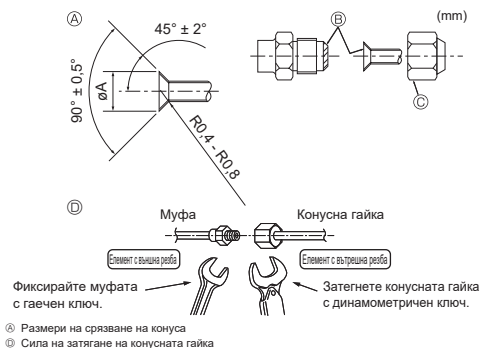

Fig. 4-1
Ⓐ (Fig. 4-1)
Ⓑ (Fig. 4-1)
4.2. Свързващи тръби (Fig. 4-1)